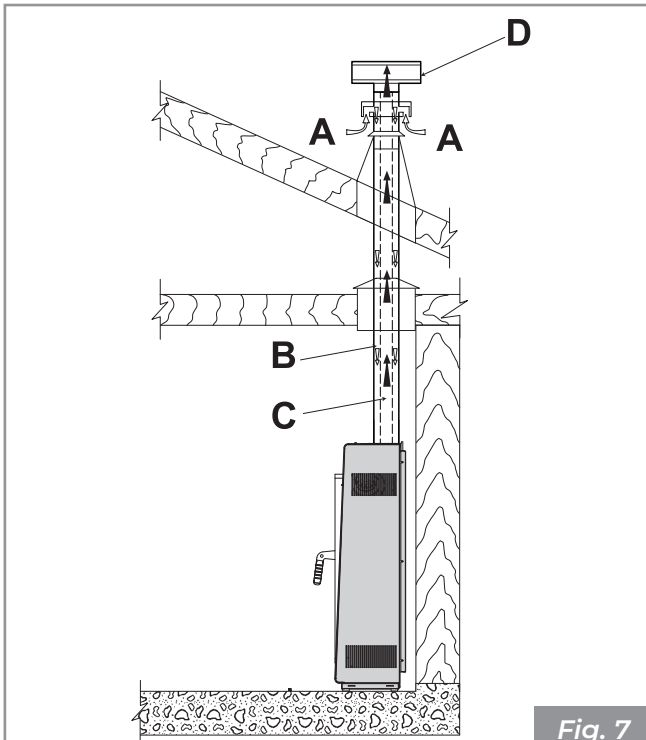
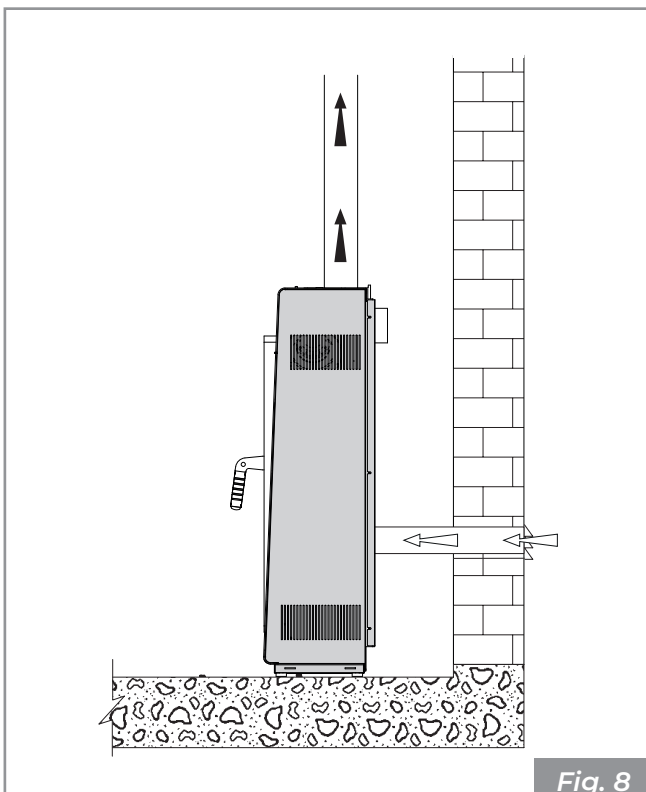

Fig. 7
Fig. 8
- directamente desde el exterior con conexión directa a la cámara de combustión (**Fig. 7 - Fig. 8**).
- canalizar el aire comburente mediante un tubo de descarga coaxial para la expulsión de los humos y la extracción del aire (Fig. 7 - A, B = Entrada aire, C, D = Salida humos); por lo tanto no es necesario hacer una clásica toma de aire en el local;
- conectar la entrada de aire comburente del aparato a la toma de aire con un conducto adecuado (Fig. 8).